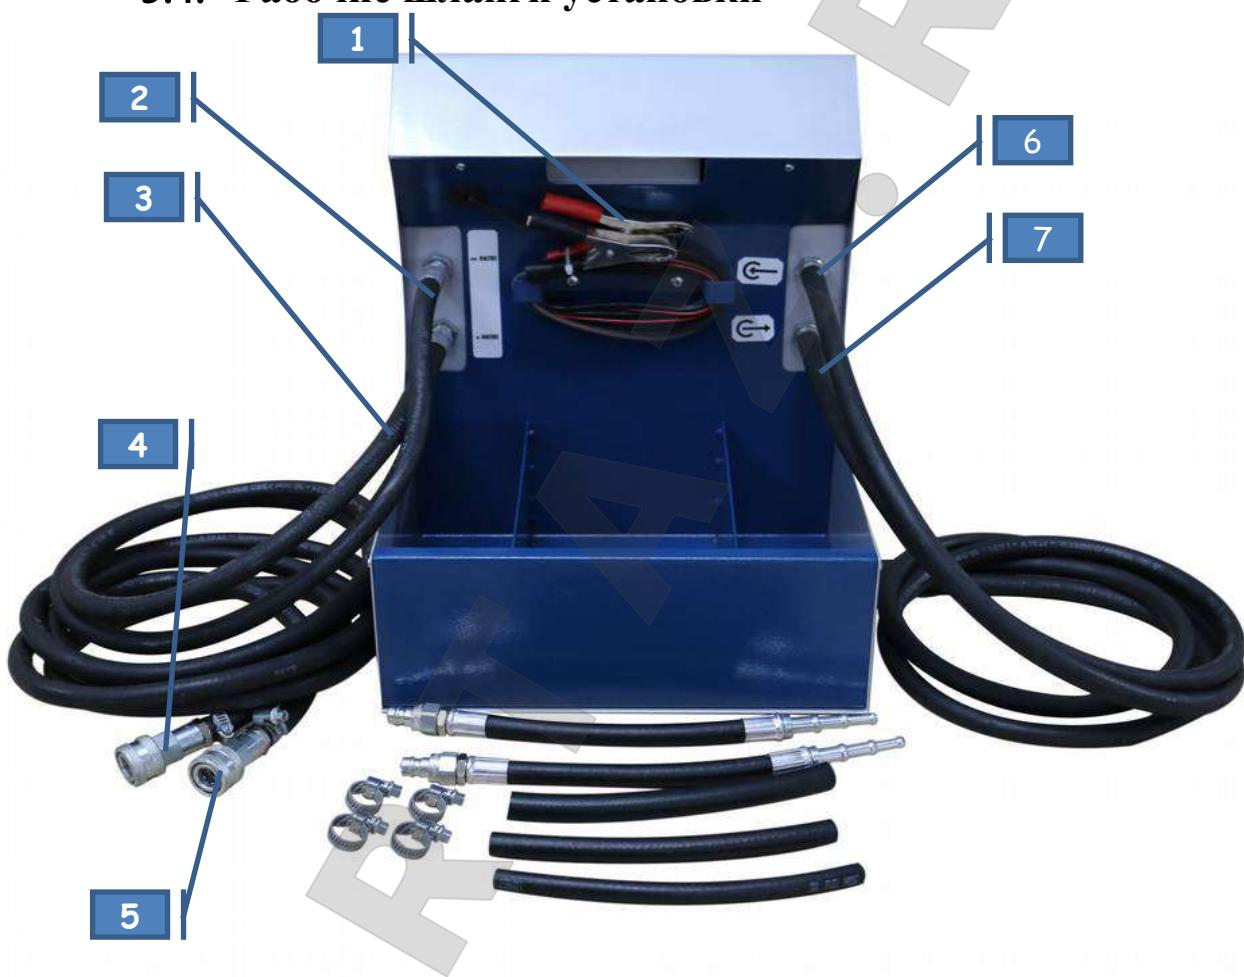

Рис. 3
4. К адаптерам подключить с помощью БРС (п.2, п.3 рис.3) рабочие шланги установки, в соответствии с потоком жидкости, проверить чтобы ручка распределителя находилась в положении «КОЛЬЦО». Примечание: Режим «Кольцо» - режим работы установки, при
18. Отсоединить Рабочие шланги установки (пп. 5,6 рис.3) от адаптеров и убрать в отведенное для их хранения место.
19. Вынуть из емкостей Сливной и Заборный шланги установки (пп. 8,9 рис.3) и убрать в отведенное для их хранения место.
1. Сливной шланг (п.8 рис.3) опустить в свободную емкость.